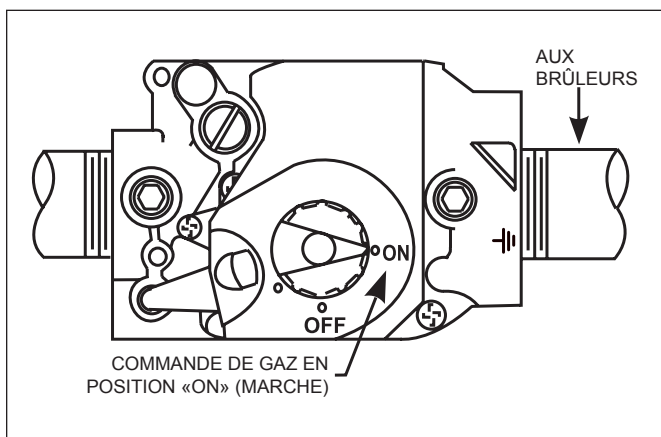

Figure 20. SOUPAPE À GAZ
4. Tourner le robinet de réglage d'arrivée des gaz selon le sens antihoraire, en position «ON» (Marche). Voir Figure 20.